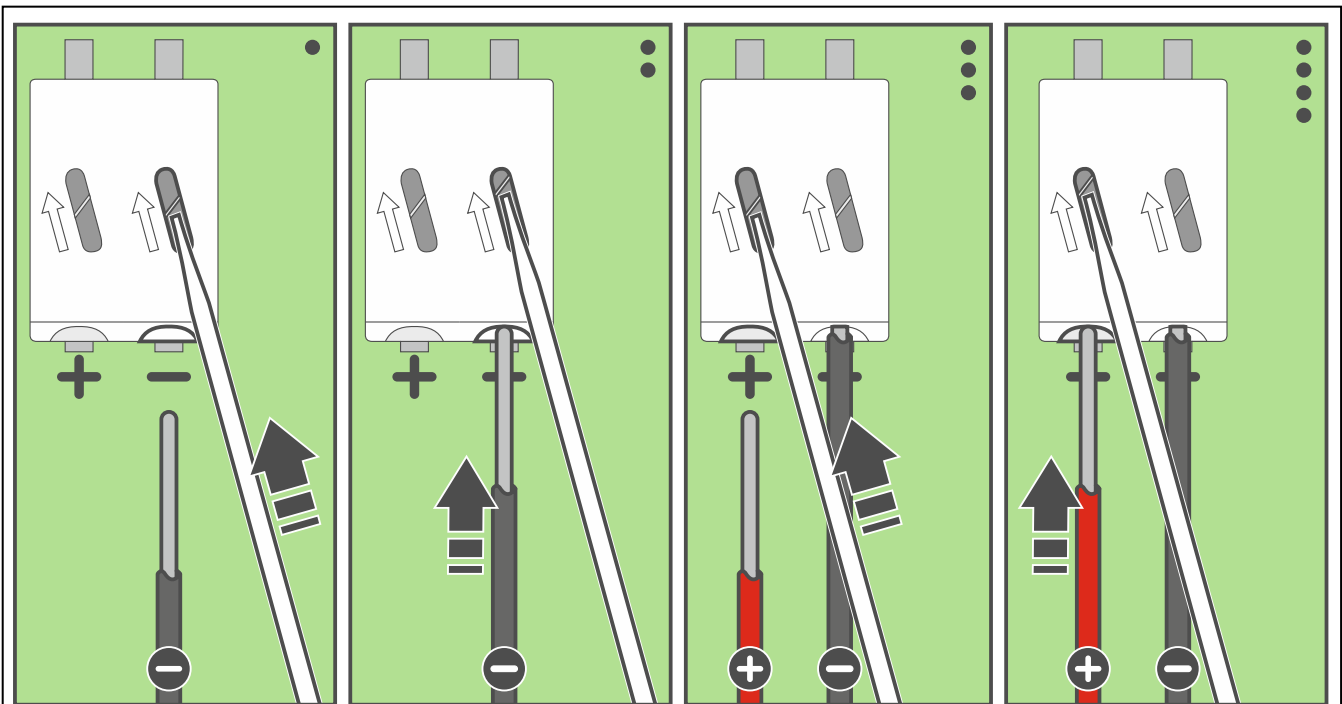

Abb. 3. Anschluss der Stromversorgungsleitungen.
12. Wenn das Netzteil APS-055 verwendet werden soll, schließen Sie die Stromversorgungsleitungen an die Klemmen „+“ und „-“ an (Abb. 3). Verwenden Sie einen Flachsraubenzieher 1,8 mm.